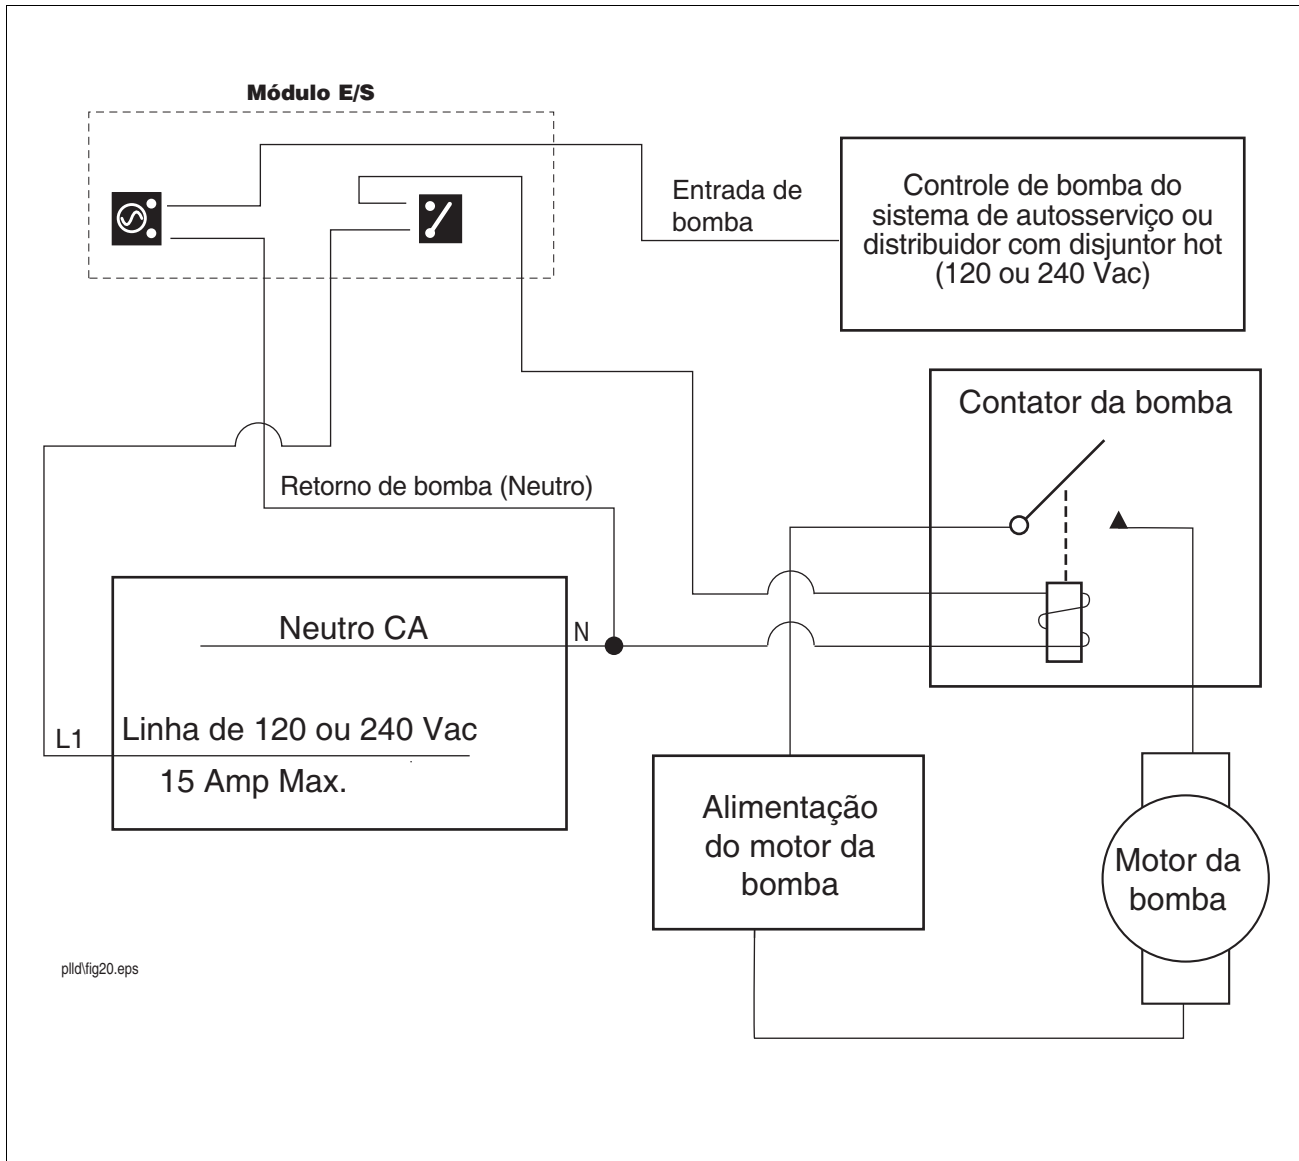

Figura 20. Diagrama de controle de bomba do DPLLD para caixa de controle de relé que não seja da Red Jacket
- Não Red Jacket (ver Figura 20)